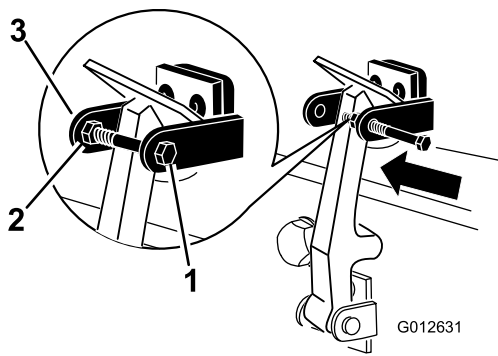

Figura 9
8. Instale el perno en el otro brazo del seguro de cierre del capó para bloquear la posición del cierre (Figura 9). Apriete el perno, pero no apriete la tuerca.